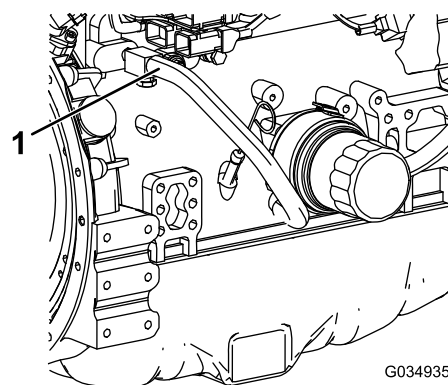

Figura 113
- 7. Retire o tubo do líquido de refrigeração da refrigeração de óleo do motor (Figura 113).